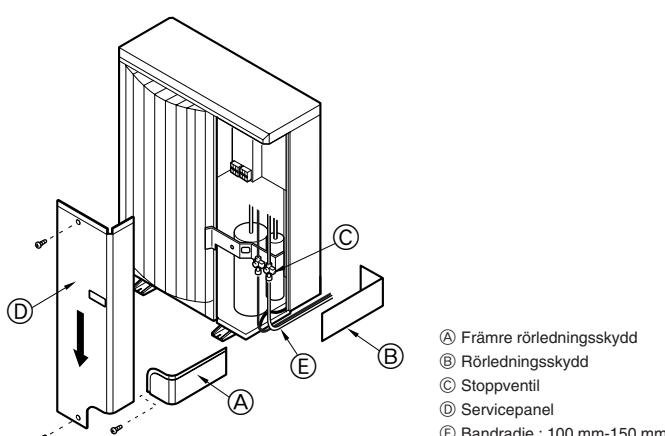
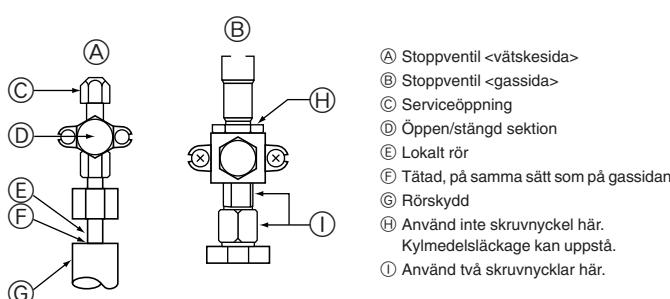

Fig. 4-2
Fig. 4-3
4.3. Kylmedelsrör (Fig. 4-2), (Fig. 4-3)
- Ta bort servicepanelen ① (tre skruvar), det främre rörledningsskyddet ② (en skruv) och det bakre rörledningsskyddet ③ (två skruvar).